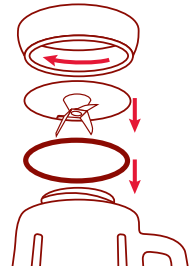

Figure 6
6. Retournez le vase du mélangeur à l'envers et dévissez la base dans le sens antihoraire (vers la gauche). Enlevez soigneusement la lame du mélangeur et le joint d'étanchéité de la lame. *Figure 6*